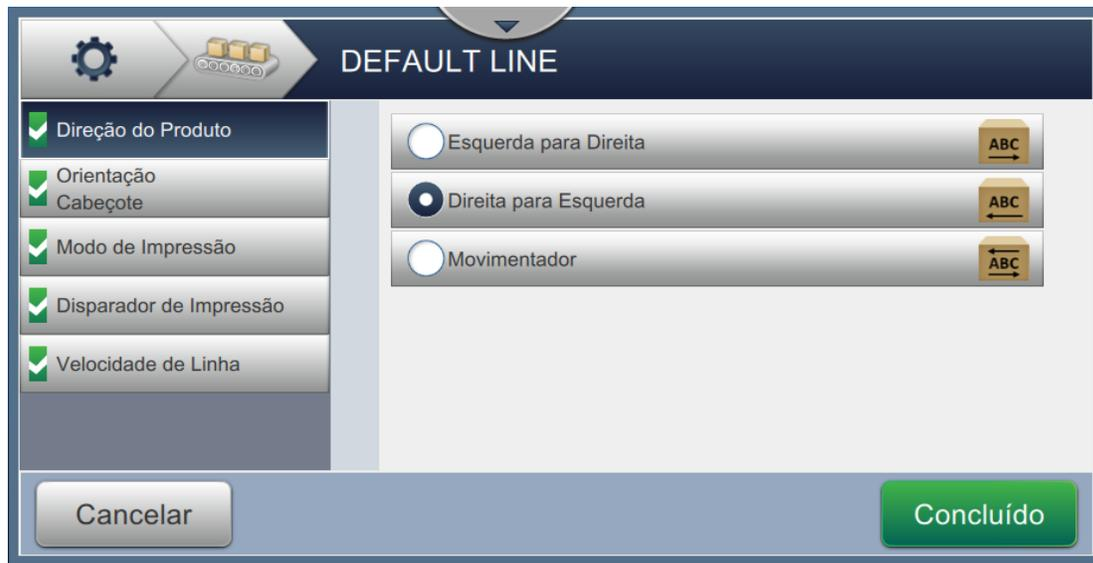

Figura 6-28: Ajustes de configuração de linha
- Para ajustar a configuração de linha, siga as etapas para avançar por cada configuração, selecionando a opção necessária, como mostra a Figura 6-28.
- Toque na opção *Direção do produto* na tela Ajuste de configuração de linha, como mostra a Figura 6-28.